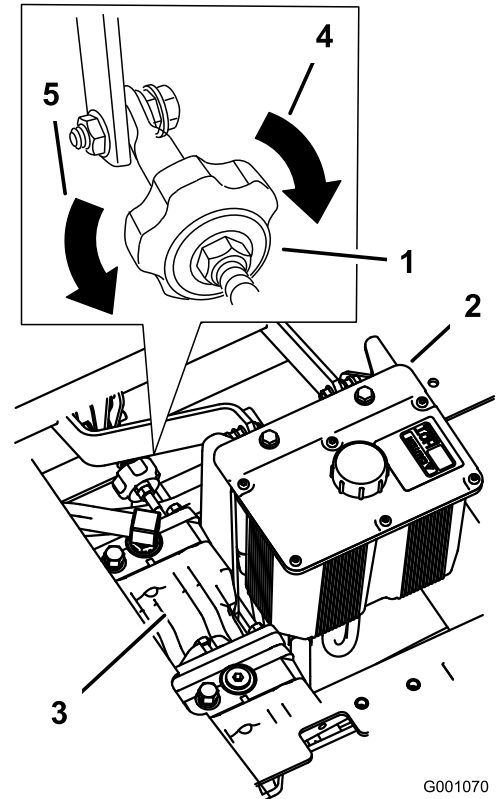

Figure 90
2. Réglez la longueur de la tige de pompe en tournant le bouton dans le sens voulu, jusqu'à ce que la roue soit immobilisée ou tourne légèrement en marche arrière (Figure 90).